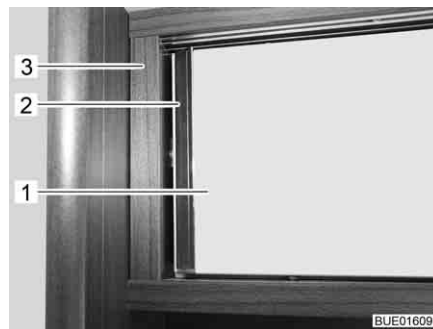

Fig. 70 Abattant de placard avec déverrouillage par pression
- Appuyer l'abattant de placard (Fig. 70,1) avec la poignée (Fig. 70,2) contre le corps de l'armoire (Fig. 70,3). L'abattant de placard est déverrouillé.